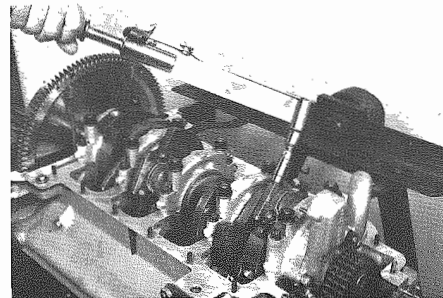

Fig. 88 - Biella del cilindro 8
- Disporre la biella del cilindro 8 come mostrato in **Fig. 88**; allentare i dadi, estrarre il cappello, spingere e sfilare il pistone dal cilindro. Con l'albero motore nella stessa posizione smontare le bielle 2-3-5.
- Position cylinder 8 con-rod as shown in **Fig. 88**; loosen the nuts, remove cap, push and withdraw piston from cylinder. With the crankshaft in the same position remove con-rods 2-3-5.